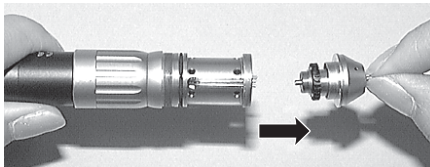

Fig. 16
- 2) Sujete la fresa, y tirando de ella hacia delante, extraiga el cartucho (Fig. 16). Puede ocurrir que la junta tórica se quede sobre el rodamiento trasero dentro de la carcasa. Extraiga en cualquier caso la junta tórica. Antes de introducir un nuevo cartucho, limpie el interior del cabezal.